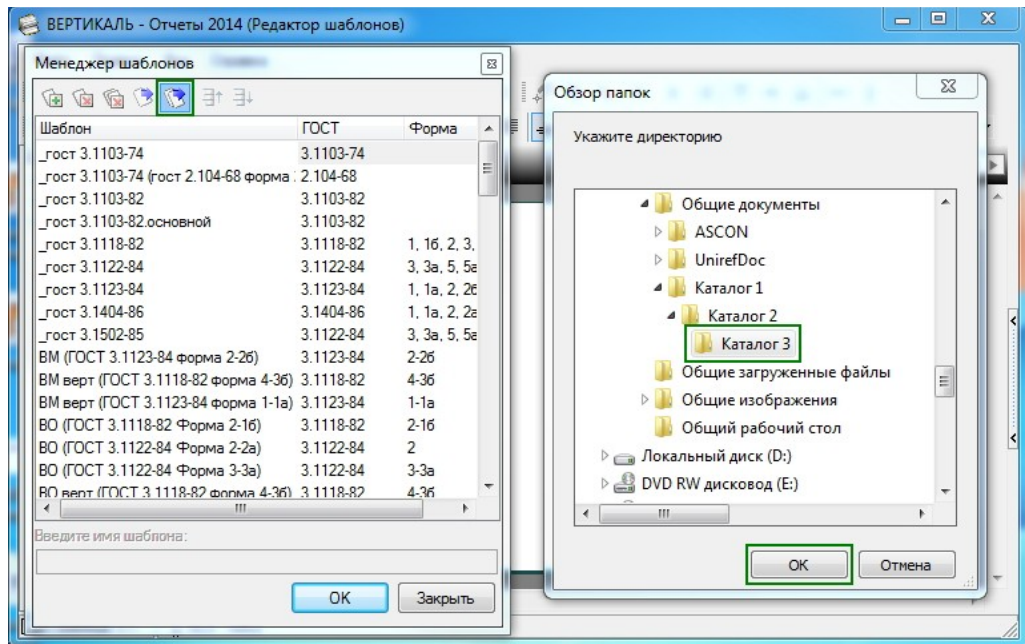

Рис. 4.9
2. С помощью приложения ВЕРТИКАЛЬ-Отчеты, открытого в режиме Редактор шаблонов, скопируйте на диск шаблоны отчетов с сервера (рис. 4.9). Для этого: